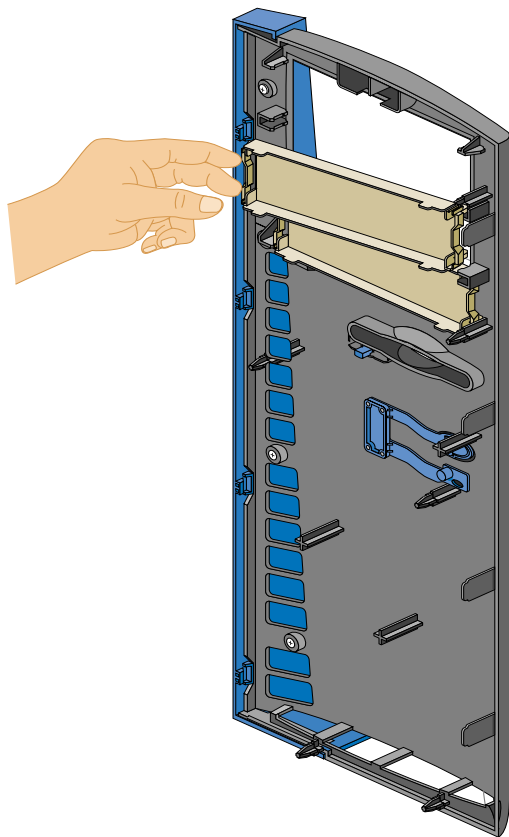

图 2-4 取下挡板空板
- 若要取下空板，请推空板一端的松开装置，将空板从挡板拉出。其过程说明如图 2-4 所示。